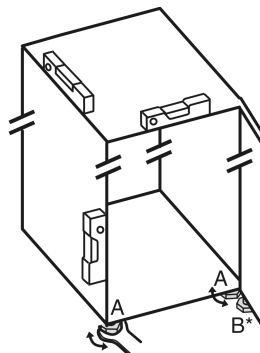

Fig. 24
- ▶ Выкрутите регулируемые опоры Fig. 24 (A) при помощи входящего в комплект поставки рожкового ключа и, используя уровень, выставьте устройство прочно и ровно по горизонтали.
- ▶ Выверните регулируемую опору Fig. 24 (B) на нижнем опорном кронштейне при помощи входящего в комплект поставки рожкового ключа до ее соприкосновения с полом.
- ▶ Поверните регулируемую опору Fig. 24 (B) еще на 90°.